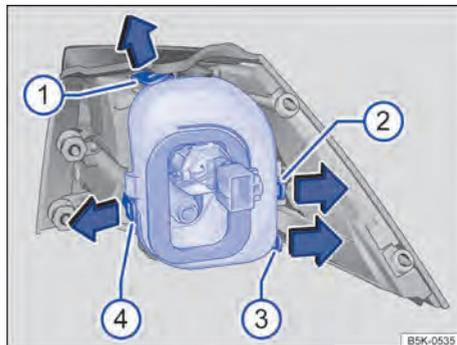

Fig. 201 Lanterna traseira da carroceria: desinstalar o suporte da lâmpada. Tiras de travamento (1) a (4).
7. Para destravar o suporte da lâmpada, pressionar as tiras de travamento → Fig. 201 (1) a (4) no sentido da seta.